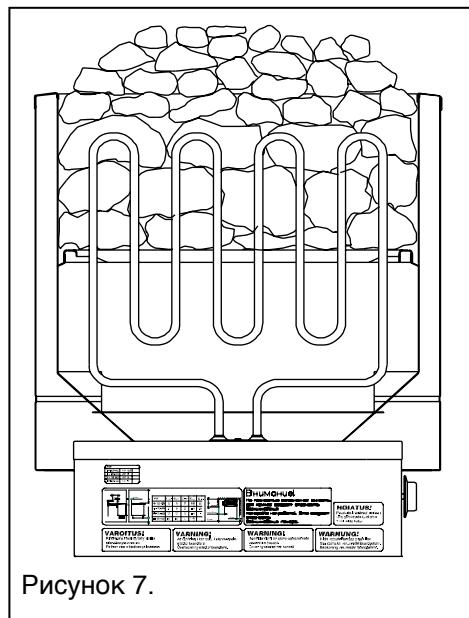

Рисунок 7.
- Камені мають повністю вкрити ТЕНи (рисунок 7).